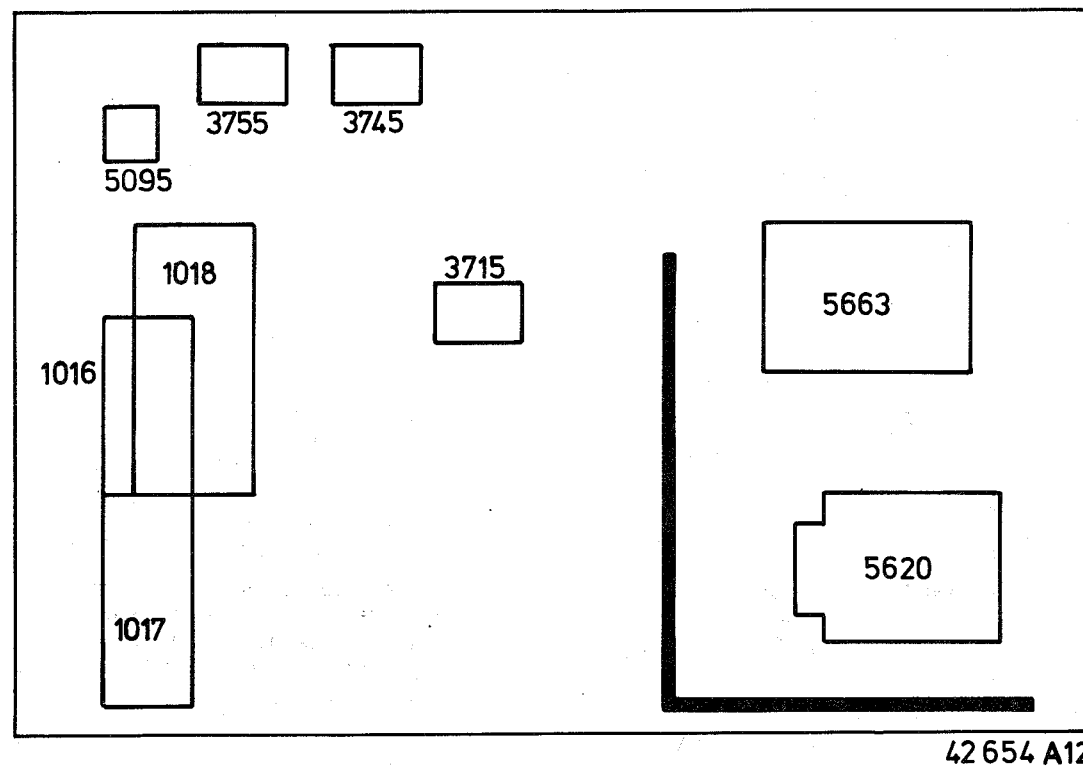

Fig. 10
A. Einstellungen an der Chassisprintplatte (Bild 10)